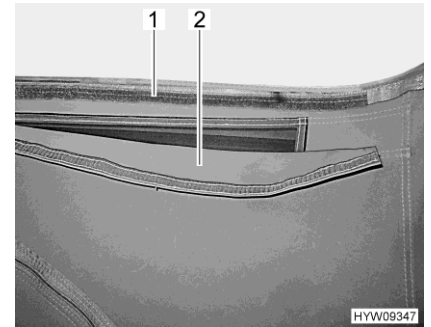

Fig. 61 Ventilación (abierta)
- Tirar la ventana de lona (Fig. 61,2) hacia arriba y apretarla contra la cinta velcro (Fig. 61,1).